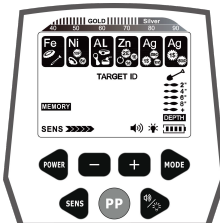

Abb.11
- Drücken Sie die MODE-Taste erneut, und der MEMORY-Cursor leuchtet auf. Der Zielunterscheidungscursor leuchtet ebenfalls auf. (siehe Abb.11)
- e. Wenn Sie nach anderen Metallen suchen möchten, drücken Sie erneut die Taste "MODE". Der MEMORY-Cursor leuchtet immer noch auf und zeigt dasselbe an wie in Abb.11. Wiederholen Sie dann den obigen Vorgang.
f. Um den MEMORY-Modus zu verlassen, drücken Sie die MODE-Taste, wodurch der Detektor in den Zustand von Abb.11 zurückkehrt. Drücken Sie dann erneut die MODE-Taste, um den MEMORY-Modus zu verlassen und in den nächsten Betriebsmodus zu gelangen.